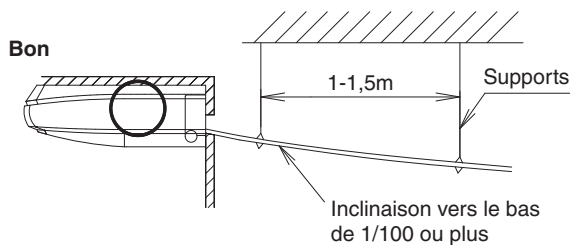

Fig. 23
- Sélectionnez le diamètre de tuyauterie égal ou supérieur à celui du tuyau d'évacuation (1) (accessoire) (tuyauterie en polychlorure de vinyle, diamètre nominal de 20 mm, diamètre externe de 26 mm).
- Installez la tuyauterie aussi court que possible avec une inclinaison vers le bas de 1/100 ou plus en évitant la stagnation d'air. (Reportez-vous aux Fig. 23 et 24)
- Installez des supports à une distance de 1 à 1,5 m de manière à ce que la tuyauterie ne puisse pas dévier. **(Reportez-vous à la Fig. 23)**